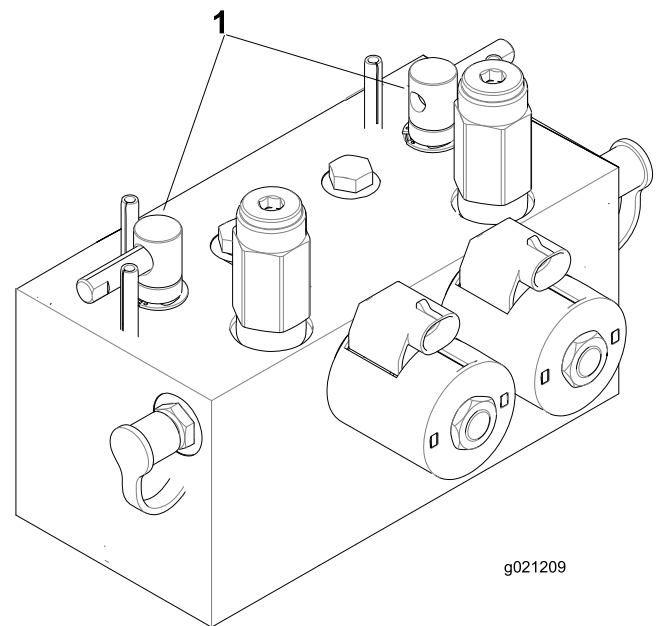

Figura 107
2. Desbloqueie e levante o banco para expor as alavancas de retificação (Figura 107).
5. Selecione as alavancas de retificação dianteiras, traseiras ou ambas para determinar quais as unidades a retificar (*Figura 107*).